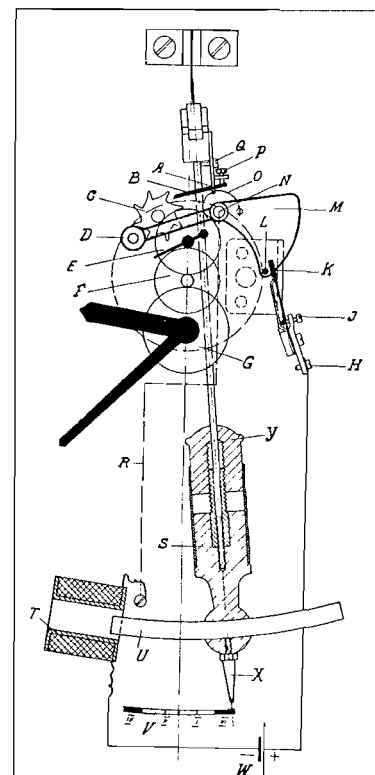

Abb. 1
Die **Ato-Uhren** (Wand- und Kaminuhren) sind Schwachstromuhren, die ihren Antrieb durch ein Element vom Pendel aus erhalten. Untenstehende Abbildung 1 zeigt schematisch den Aufbau des Werkes: Das Pendel besteht aus der gegen Verdrehung und Verbiegung geschützten Pendelfeder, dem Pendelhaken mit Schalklinke **B**, dem Pendelstab aus Nickelstahl und der Pendelmasse mit Kobaltdauermagnet **U**. Zur Einregulierung der Uhr ist die Pendelmasse in ein festes Stück **S** und ein bewegliches Stück **Y** unterteilt. Auf der Grundplatte ist eine Hohlspule **T** mit Kupferdrahtwindungen von hohem Widerstand angebracht, in welche der Nordpol des Dauermagneten hineinschwingt. Der dem Südpol gegenüberliegende Spulenkörper ist eine Atrappe und nur des besseren Aussehens wegen angeschraubt. Die Schalklinke **B** schaltet bei jeder Schwingung das Schaltrad **C** um einen Zahn weiter. Diese Bewegung wird durch Sekundenrad **E**, Laufrad **F** und Minutenrad **G** auf das Zeigerwerk und somit auf die Zeiger übertragen. Als Sperrklinke für das Schaltrad **C** dient ein zweiarmiger Winkelhebel **M** mit Hubrolle **D**, drehbar um Punkt **N**, dessen anderer Schenkel den Platin-Kontaktstift **L** trägt, der mit Goldkontaktfedern **K** den Kontakt bildet. Beim Fortschalten des Schaltrades **C** gleitet die Hubrolle **D** über den Zahn des Schaltrades und schließt hierbei den Kontakt.
Der Kontakt ist durch die Kontaktbrücke am Werk befestigt und mit einem Kontaktschutz versehen. Der Abstand des Platinstiftes von den beiden Kontaktfedern muß ca. $\frac{1}{4}$ mm betragen. Die Hubrolle muß das Schaltrad sperren. Die richtige Entfernung des Platinstiftes von den Goldstiften wird mit Hilfe der Einstellschraube hergestellt. Die Schwingungsweite des Pendels ist auf der Einstellskala (siehe **Abbildung 1**) durch die beiden Außenfelder III und IV gekennzeichnet. Ist die Schwingung zu klein, so besteht die Gefahr, daß durch geringe Erschütterungen das Pendel zum Stillstand kommt. Ist die Schwingung zu groß, so kann das Pendel gegen die Spulen stoßen, was ein starkes Vorgehen der Uhr zur Folge hat. Die Schwingungsweite des Pendels ist von der Spannung der Kontaktfedern und der Stromleitspirale abhängig und kann durch entsprechendes Verdrehen bzw. Spannen oder Entspannen der Stromleitspirale reguliert werden.
Die Lage der Schaltklinke wird durch die Schrauben **P** und **Q** (siehe **Abb. 2**) bestimmt. Mit Hilfe der Schraube **Q** wird die Klinke in der Weise eingestellt, daß die Hubrolle gerade einfällt, wenn das Pendel an Punkt II der Skala (**Abb. 1**) angelangt ist. Mittels der Schraube **P** reguliert man die Tiefe des Eingriffes zwischen Schaltklinke und Schaltrad. Beim Weiterführen des Pendels darf die Schaltklinke den geschalteten Zahn nicht mehr berühren, sondern muß haarscharf darüber hinwegschwingen. Beim Zurückschwingen des Pendels wird die Schaltklinke über den höchsten Punkt des Schaltzahneshoben und fällt bei Punkt I der Skala (siehe **Abb. 1**) wieder in ihre Ausgangslage zurück. Bei zu hoher Einstellung der Schaltklinke würde die Hubrolle im
Die Spule (1) dient zum Antrieb des Pendels. Sie wurde schon in **Abb. 1** dargestellt und beschrieben. Der Drehwiderstand (R) wird bei kleinen Uhrenanlagen in die Hauptuhr eingebaut, bei größeren Uhrenzentralen außerhalb der Hauptuhr angeordnet. (Siehe auch Abschnitt: „Uhrenzentralen für große Ato-Uhrenanlagen“.)